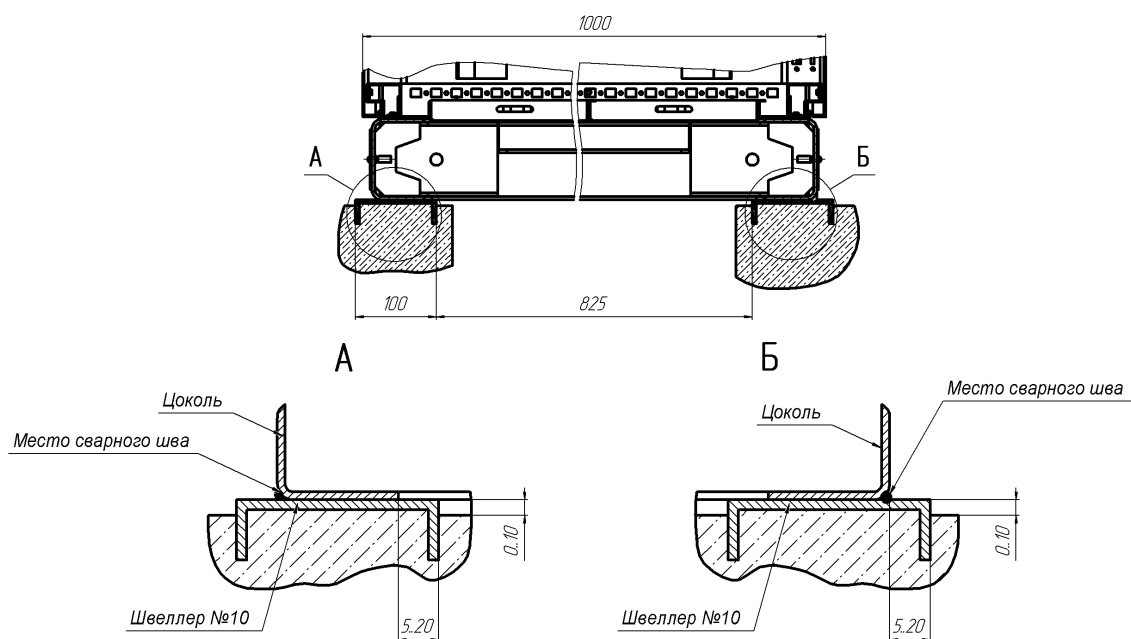

Рисунок 2.1 – Установка ШСПД при помощи сварки
2.2.1.2 Для крепления шкафа на месте эксплуатации к полу в качестве закладных элементов рекомендуется использовать швеллеры №10, которые необходимо располагать на расстоянии $L=825$ мм (рисунок 2.1).
2.2.1.4 Сварной прерывистый шов с лицевой стороны шкафа (рисунок 2.1, вид Б) и с тыльной стороны (рисунок 2.1, вид А) – У2-40/200 по ГОСТ 5264 выполняется на всей длине шкафа.